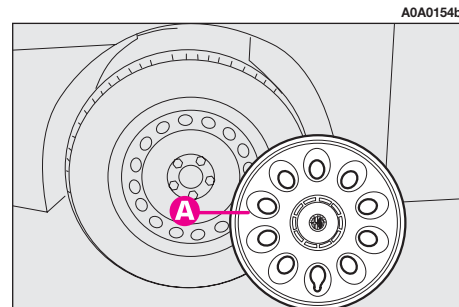

fig. 4
– Rimuovere la coppa ruota (**A-fig. 4**) (solo versioni con cerchi in acciaio)